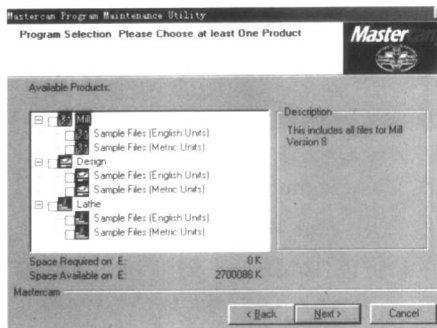

图 1-6
5) 如图 1-6 所示。选择你要安装的选项, 可选 ☒ **Mill** (铣削), ☒ **Design** (设计), ☒ **Lathe** (车床), 单击 **Next >** (下一步)。